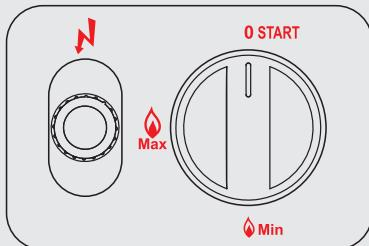

Abb. 5a: Bedienfeld (ohne Thermostat)
auf die Position **START** (siehe Abb. 5a)
1. Drehen Sie hierzu den Piezozünder (siehe Abb. 5a oder 5b) entgegen des Uhrzeigersinns und ziehen Sie die Einheit heraus.
Bei Geräten ohne Thermostat erfolgt die Temperatureinstellung ebenfalls über den Regler (siehe Abb. 5a), jedoch sind hier nur 2 Heizstufen (MIN / MAX) einstellbar.